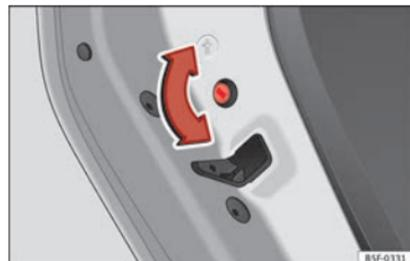

Fig. 135 Sicura per bambini della porta sinistra.
- Con la porta aperta, girare con la chiave del veicolo la fessura in senso orario per le porte a sinistra » fig. 135 e in senso antiorario per le porte a destra.
- Con la porta aperta, girare con la chiave del veicolo la fessura in senso antiorario per le porte a sinistra » fig. 135 e in senso orario per le porte a destra.